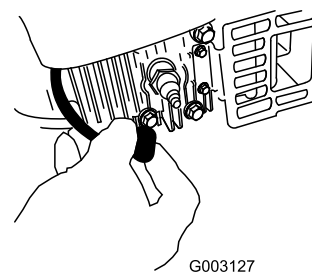

Figura 43
2. Desconecte el cable de la bujía (Figura 43) antes de realizar cualquier procedimiento de mantenimiento.